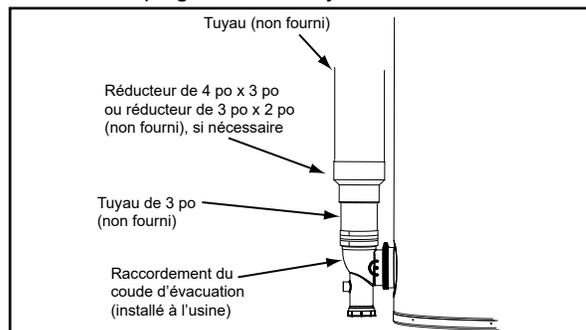

Figure 17. Raccordement d'évacuation (gaz de combustion)
11. Pour installer un tuyau de 2 ou 4 po, poser un adaptateur pour tuyau de 3 po au niveau du coude d'évacuation sur le chauffe-eau comme illustré à la *Figure 17* (page 24). Le tuyau de 3 po installé sur place entre le coude d'évacuation et le raccord de réduction doit être de 45 cm (18 po) de long au maximum.
12. Pour installer un tuyau de 2 ou 4 po, poser un adaptateur pour tuyau de 3 po au niveau du coude d'évacuation sur le chauffe-eau comme illustré à la *Figure 17* (page 24). Le tuyau de 3 po installé sur place entre le coude d'évacuation et le raccord de réduction doit être de 45 cm (18 po) de long au maximum.